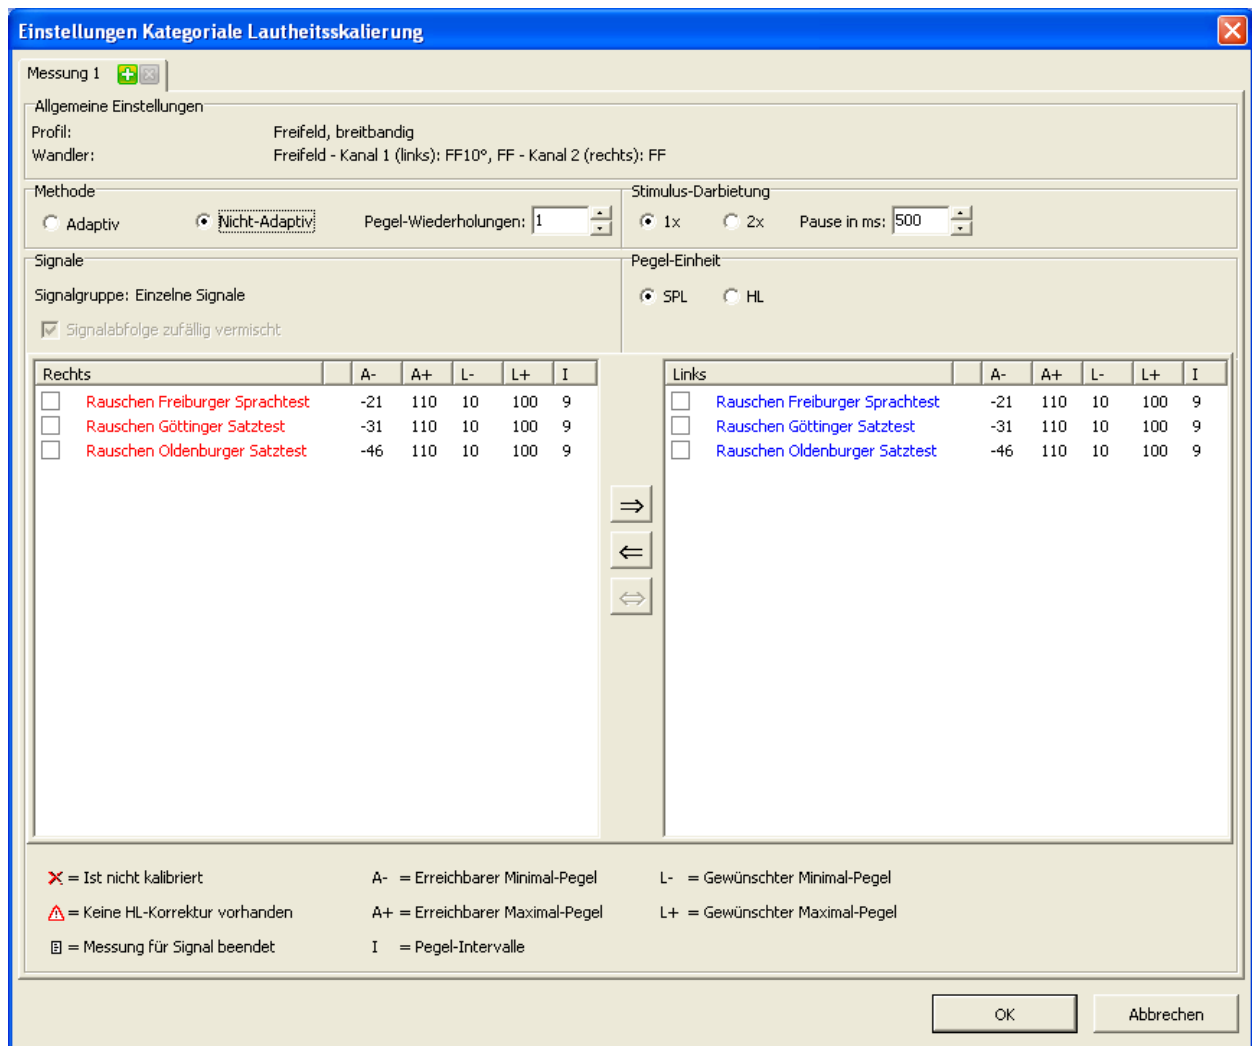

Abbildung 5: Konfigurationsdialog (hier: Freifeldmessung breitbandig, „Nicht-Adaptiv“)
Nach der Auswahl des Messprofils (Messvariante) einer neuen Messung wird der so genannte Konfigurationsdialog angezeigt. Dort können Sie weitere Detaileinstellungen zur Messung vornehmen (Abbildung 5). Je nach gewähltem Messprofil können einzelne oder mehrere Einstellungsmöglichkeiten fehlen oder deaktiviert sein. Fehlermeldungen, die während der Konfiguration der Messung angezeigt werden können, sind in Abschnitt 6.1.1 beschrieben. Fehlermeldungen, die zusätzlich bei der Bearbeitung von Messprofilen angezeigt werden können, sind in Abschnitt 6.1.2 beschrieben.
**Achtung:** Nicht für jedes Prüfsignal ist zwingend auch eine Umrechnung in dB HL möglich. Dies wird entsprechend der Legende in Abbildung 5 durch ein Symbol angezeigt. In diesem Fall müssen Sie dB SPL auswählen.
Die für jedes Prüfsignal eingestellten Werte werden im Konfigurationsdialog angezeigt (siehe Abbildung 5).